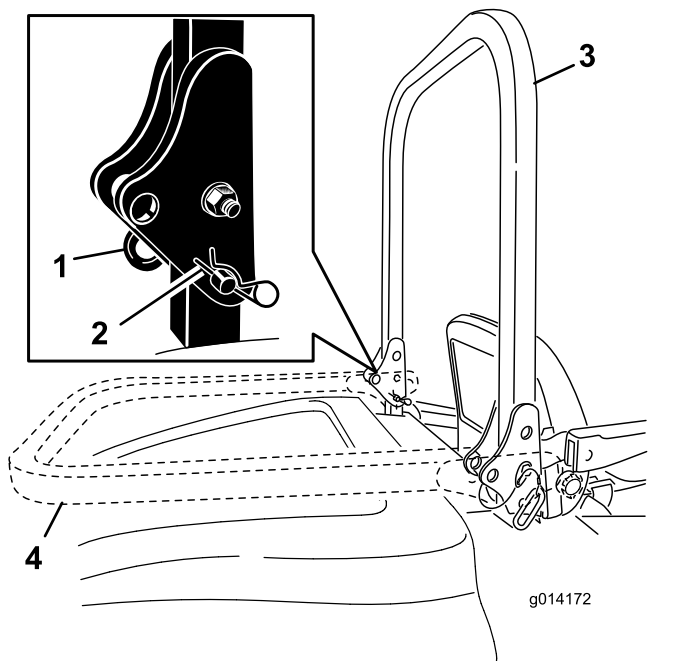

図 18
- バーを降ろす(図 18)。
- ピン2本を取り付け、ヘアピンコッターで固定する(図 18)。
- 保護バーを立てるには、ヘアピンコッターを外して、ピン2本を抜き取る(図 18)。
- 横転保護バーを立て、ピン2本で固定し、ピンが外れないようにヘアピンコッターで固定する(図 18)。